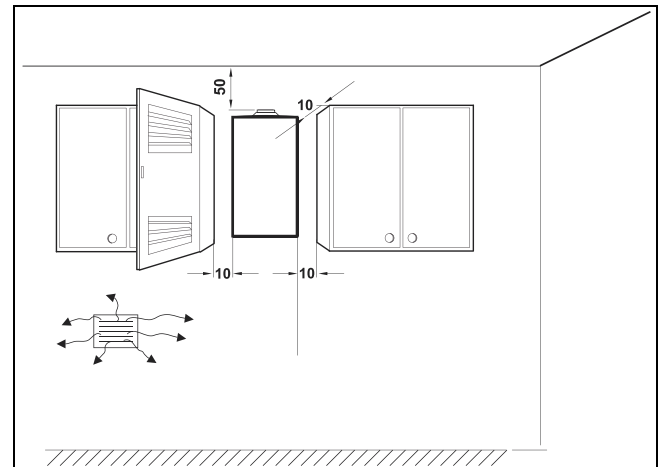

Fig. 6
- ▶ Cuelgue el calentador sobre los cuatro tornillos de expansión y apriete las tuercas tal coma se muestra en la Fig. 6.
Si se usa gas natural, la conexión debe hacerse con una tubería para gas de Ø 15mm (Fig. 6).